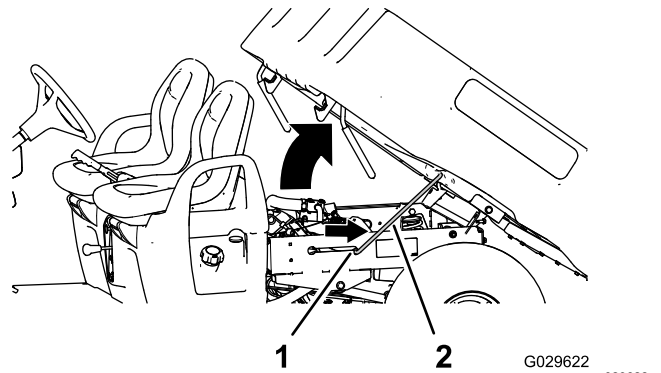

Figura 14
2. Extraiga la varilla de sujeción de la muesca de la ranura (Figura 14).
3. Baje la plataforma hasta que se enganche firmemente en su sitio (Figura 14).
2. Tire de la varilla de sujeción hasta que entre en la muesca de retención para sujetar la plataforma (Figura 14).